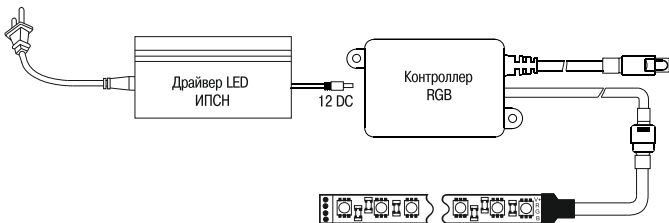

Рисунок 2
5.6.3 Смонтируйте штекеры питания ленты к контроллеру RGB согласно маркировке клемм и схемы (рисунок 2), если используется лента без штекеров воспользуйтесь переходником Коннектор RGB – провод-штекер (в комплект не входит).